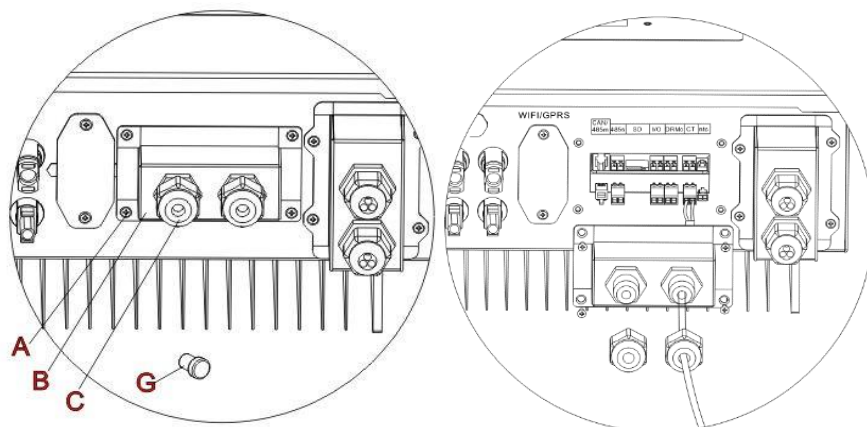

Fig. 12 Connexion TC / CAN / RS485 / NTC
**Étape 3 :** desserrez 4 vis (pièce A) à l'aide d'un tournevis (Fig. 12)